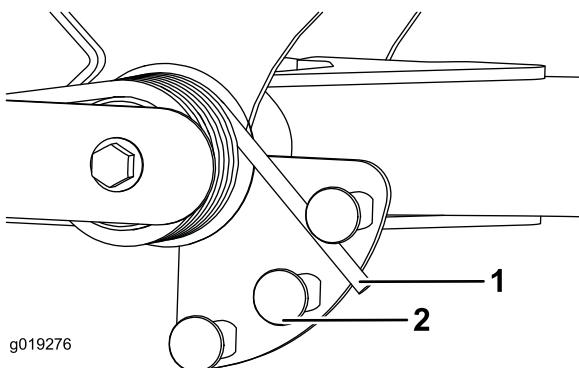

Рисунок 53
- Наденьте трубу или аналогичный предмет на длинный конец пружины и поверните его вокруг пружинного привода в нужное положение (Рисунок 53).